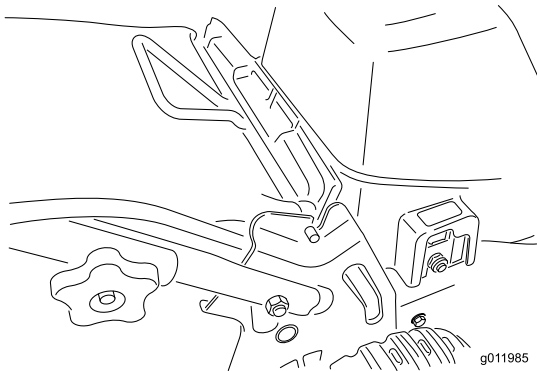

Figure 10
2. Insérez la poignée du bac à herbe dans les crans des supports du guidon (Figure 10).